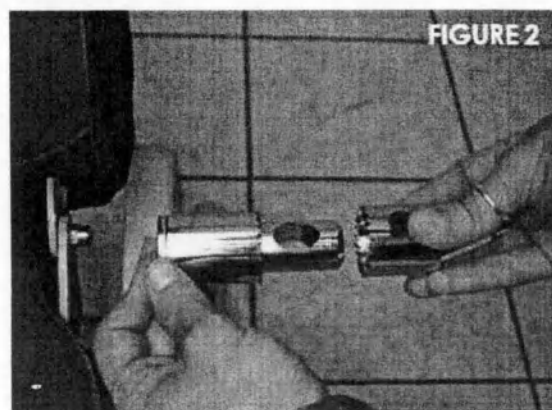

FIGURE 2
- Вставьте фиксирующий зажим (9) (рисунок 2);